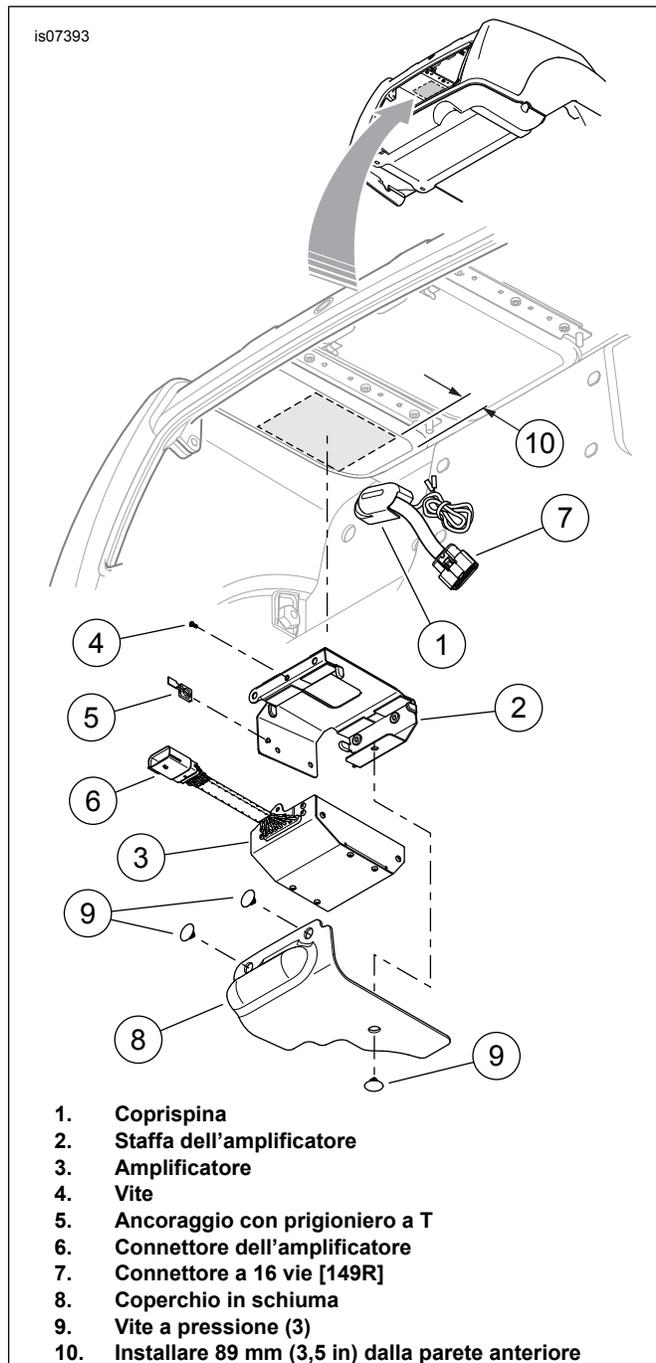

Figura 5. Montaggio dell'amplificatore secondario
3. Vedere Figura 5. Installare il coprispina (1) sopra il connettore dell'attacco del pannello ed il cablaggio di collegamento dalla parte **interna** del vano portaoggetti. Inserire due viti attraverso la flangia del connettore e la parete del vano portaoggetti dall'**esterno** del vano portaoggetti e nei fori filettati nel coprispina. Serrare ad una coppia di 3,95–4,52 N·m (35–40 in-lbs).
5. Vedere Figura 5. Pulire l'area piatta sul lato inferiore della copertura del vano portaoggetti sul retro del coprispina (1) del connettore dell'attacco del pannello con una soluzione 50-50 di alcool isopropilico ed acqua distillata. Attendere che si asciughi completamente.
6. Rimuovere il rivestimento dalla parte posteriore adesiva della staffa dell'amplificatore (2). Posizionare con cautela la staffa sulla parte inferiore della copertura del vano portaoggetti, come illustrato, centrata nell'area piatta, approssimativamente 89 mm (3.5 in) dalla parete anteriore del vano portaoggetti e premere con decisione per insediare. Tenere la staffa in posizione applicando una pressione costante per alcuni minuti.
7. Posizionare l'amplificatore (3) sulla staffa, con i coni di metallo su un lato ben insediati negli occhielli di gomma della staffa.
8. Fissare l'amplificatore alla staffa con la vite (4).
9. Fissare l'ancoraggio del prigioniero a T (5) al connettore dell'amplificatore (6).
10. Collegare il connettore del cablaggio di collegamento a 16 vie [149R] (7) al connettore dell'amplificatore. Fissare l'ancoraggio al prigioniero a T sulla staffa dell'amplificatore.